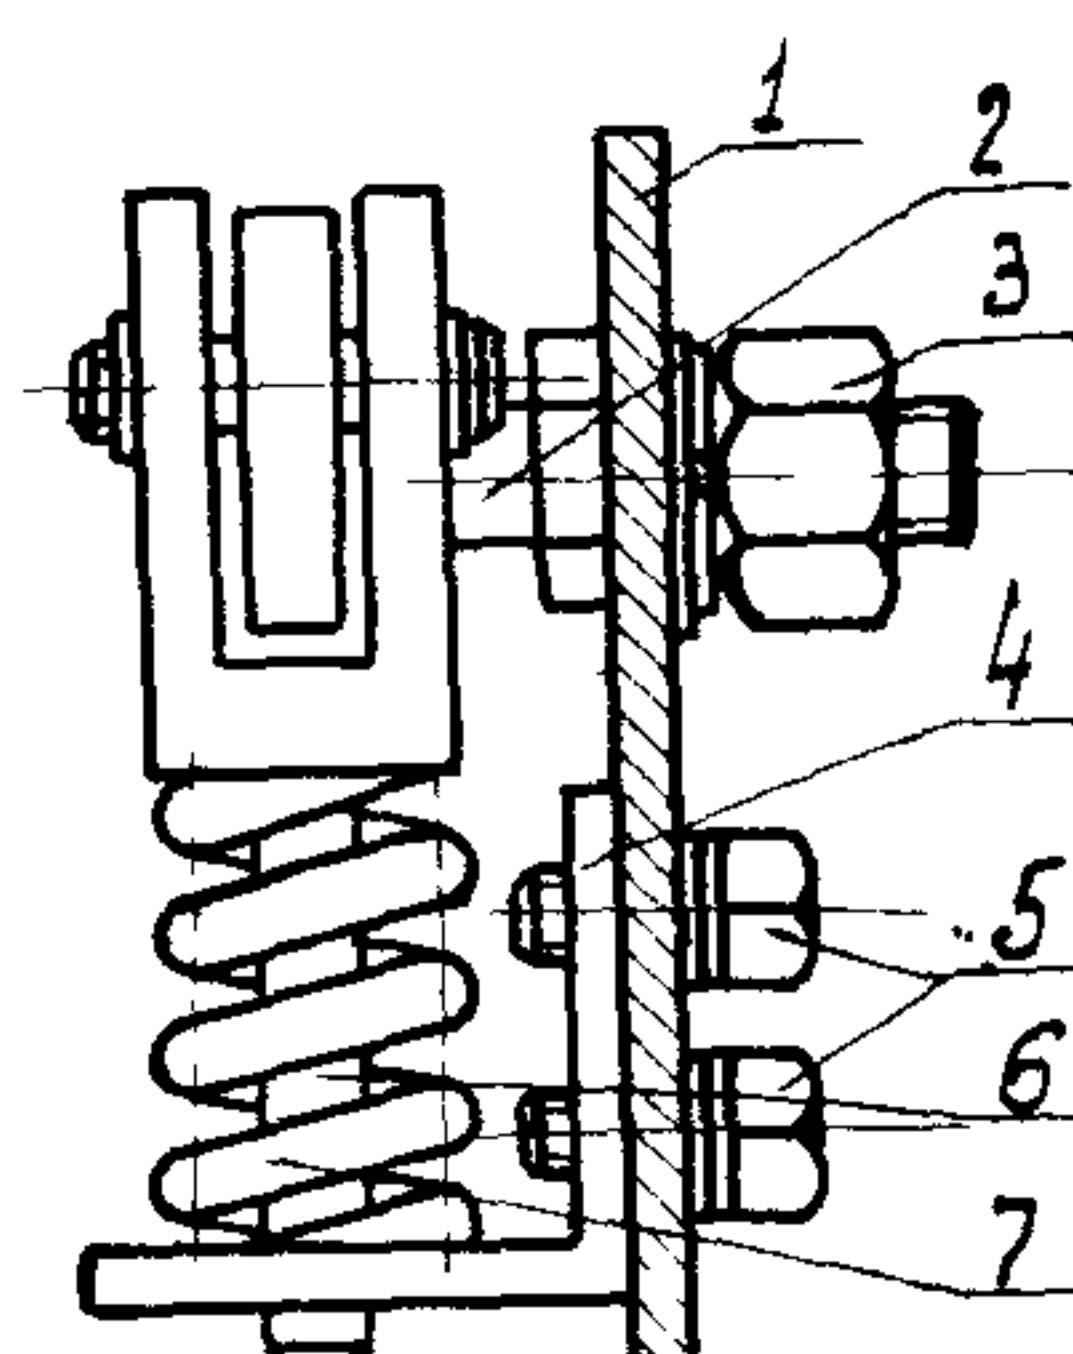

Рис.17. Пружиный дем-
10.9. Вывинтить болты 5, снять кронштейн 4 и пружину 7 (рис.17) пружинного буфера 13 (см.рис.13).
10.11. Свинтить гайку 3 (см.рис.17) и, подавая вал вправо, снять буфер 2.